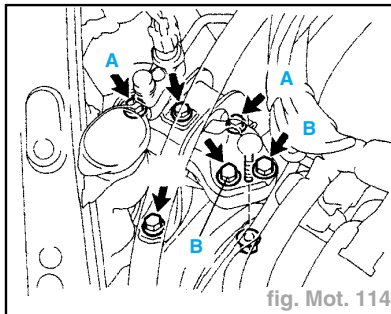

fig. Mot. 114
- Couple de serrage prescrit (fig. Mot. 114) :